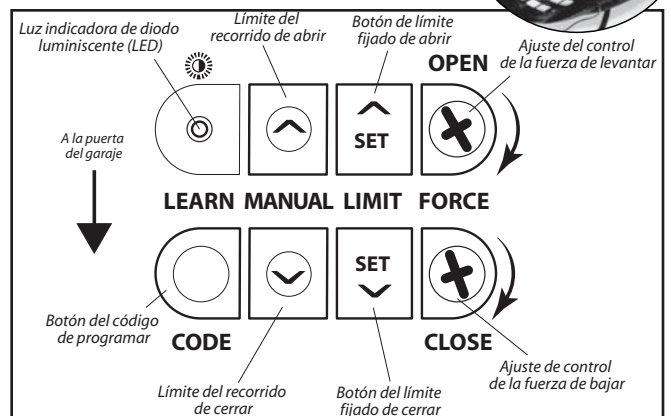

FIG. 7-1 Botón del código de programar y del LED
- Localice el botón del código de programar y el indicador LED en la caja de control (**Fig. 7-1**).